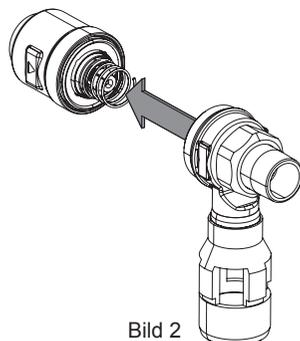

Bild 2
- Entfernen Sie den vorderen Teil des Gehäuses inkl. der Systemtrenner-Patrone (Bild 2).